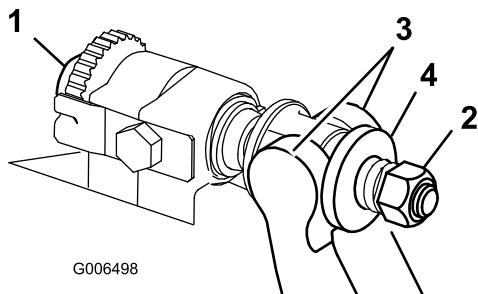

Figura 33
1. Rode os parafusos de ajuste da barra de apoio no sentido contrário ao dos ponteiros do relógio, para afastar a lâmina de corte do cilindro (Figura 33).
2. Faça recuar a porca da mola tensora até que a anilha deixe de estar sob tensão contra a barra de apoio (Figura 33).